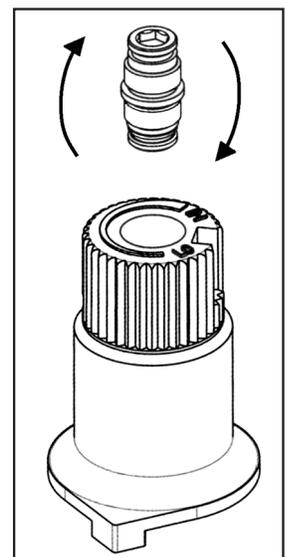

Figure 15: Retournez vis de soupape.
- d) Retournez la vis (voir figure 15).